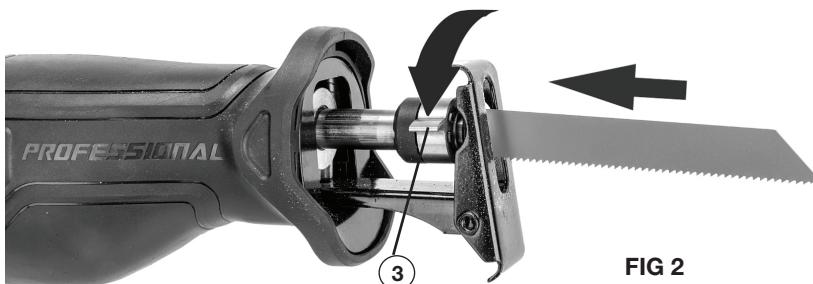

FIG 2
### INSTALLATION ET RETRAIT DE LA LAME DE SCIE (FIG 2)
Pour installer une lame, tournez le collier de lame à dégagement rapide (3) aussi loin que possible dans la direction indiquée dans la FIG 2 (dans le sens inverse des aiguilles d'une montre si vous faites face à la scie). Insérez la nouvelle lame dans le collier de lame aussi loin que possible. Relâchez le collier de lame. La nouvelle lame devrait maintenant être solidement fixée.